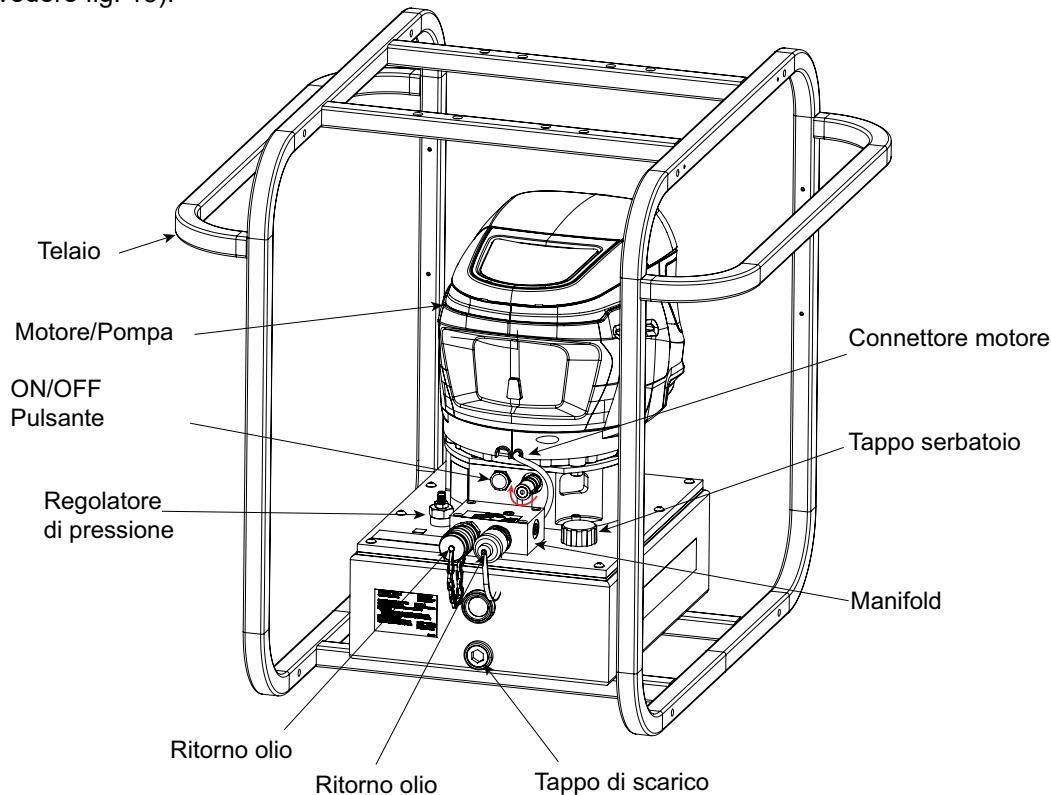

Fig. 13: PB43 Pompa
- A. La pompa PB43 viene fornita con telaio di protezione telaio disegnato per essere connesso con il sistema eSync telaio (vedere fig. 13).